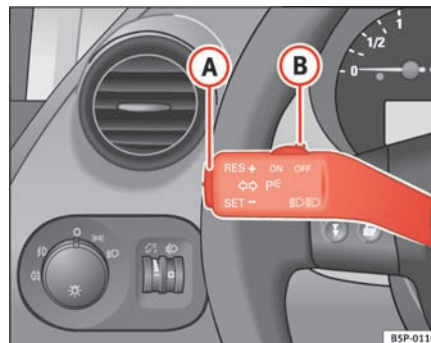

Fig. 141 Blink- og fjernlysarm: vippekontakt og kontakt til fartpilot
- Skub kontakten ⇒ fig. 141 **(B)** mod venstre til **ON**.